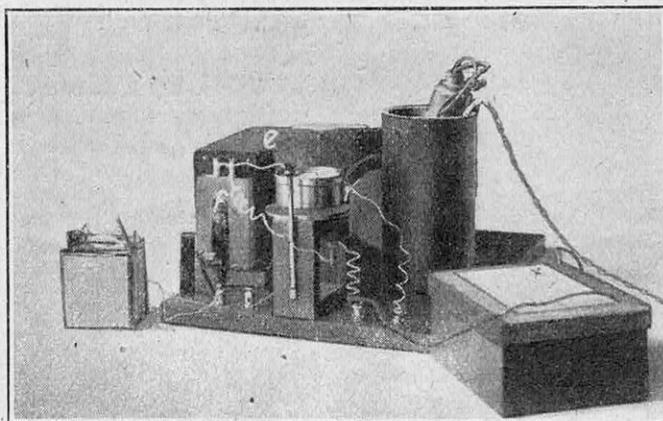

FIG. 3. — CETTE VUE MONTRE LA CELLULE PHOTO-ÉLECTRIQUE (f) PLACÉE AU FOND DE LA CHAMBRE NOIRE (E)
*a*, tableau blanc; *b*, cache noir; *c*, lampe éclairant le tableau; *d*, lentille condensatrice. Le tableau est photographié par la chambre noire *e*, dans le fond de laquelle se trouve la cellule photo-électrique *f* (voir fig. 3). Les variations de courant dues aux divers passages du cache noir devant le tableau blanc sont révélées ici par un galvanomètre *g*.